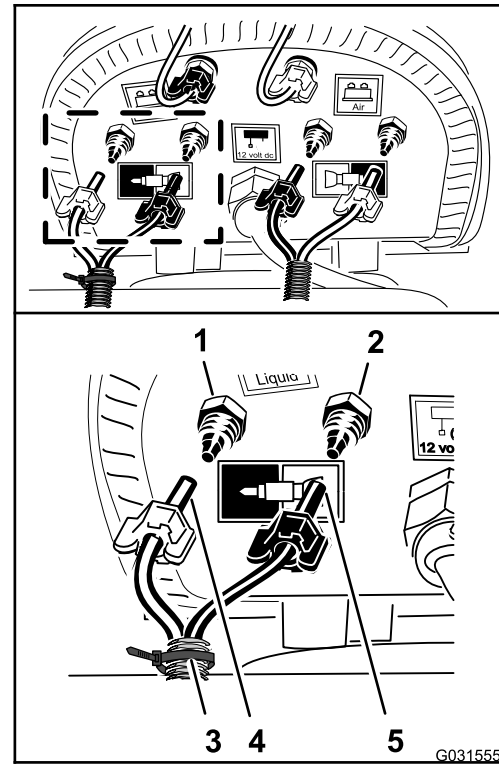

図 145
1. ステップ 9 フォームマーカのノズル用の新しいチューブアセンブリの準備を行う (ページ 15) でケーブルタイを使ってマーキングしたチューブのうち、右側ブーム用の青色チューブを右側ブーム用給水部の圧縮フィッティングに取り付ける 図 145。
2. チューブの圧縮ナットをフィッティングに嵌め、ナットを手締めする 図 145。
3. 右側ブーム用の透明チューブを右側ブーム用エア供給部の圧縮フィッティングに取り付ける 図 145。
4. チューブの圧縮ナットをフィッティングに嵌め、ナットを手締めする 図 145。